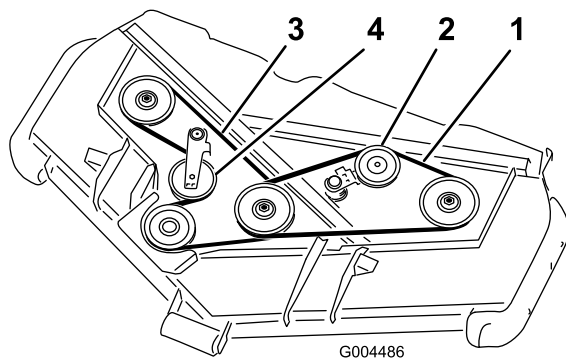

図 55
3. バールなどの工具を使って上ベルト用アイドラプーリ (図 55) をベルトから引き離してベルトの張りをなくす。
4. バールなどの工具を使って下ベルト用アイドラプーリ (図 55) をベルトから引き離してベルトの張りをなくす。
5. 図 55 のように、ギアボックスプーリ、下ベルト用スピンドルプーリ、アイドラプーリに新しいベルトを回しかける。
6. 図 55 のように、上ベルト用スピンドルプーリとアイドラプーリアセンブリに新しいベルトを回しかける。